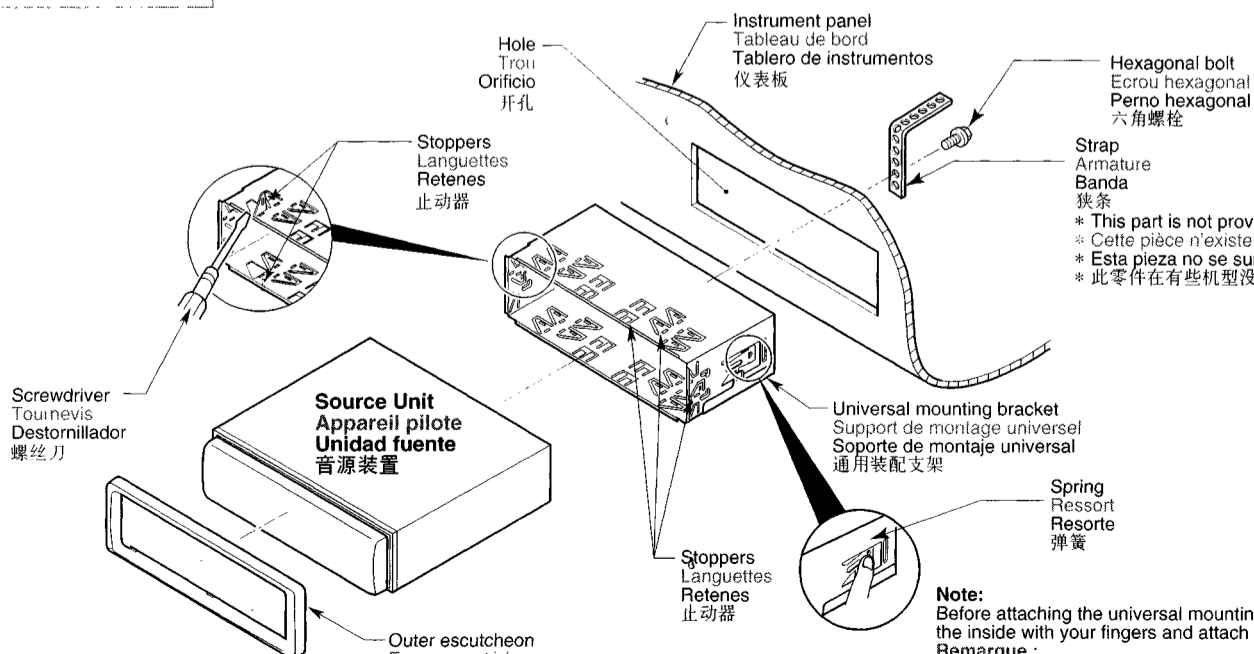

Figure 4 / Figure 4 / Figura 4 / 图 4
1. Place the universal mounting bracket into the instrument panel, use a screwdriver to bend each stopper of the universal mounting bracket inward, then secure the stopper as shown in Figure 4.
1. 将通用装配支架放入仪表板内，用螺丝刀将通用装配支架上的各个止动器向里弯，然后如图 4 所示固定止动器。
1. Placer le support de montage universel dans le tableau de bord, utiliser un tournevis pour replier vers l'extérieur chaque languette du support de montage universel, puis fixer les languettes comme montré sur la Figure 4.